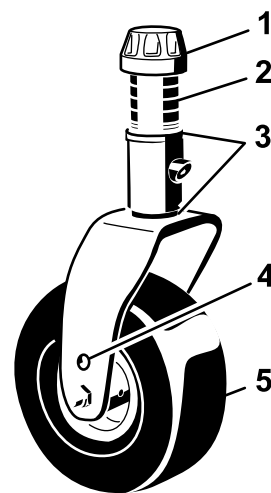

**Рисунок 95**
5. Отпустите верхние или нижние зажимные гайки на U-образном болте цепи высоты скашивания (Рисунок 95).